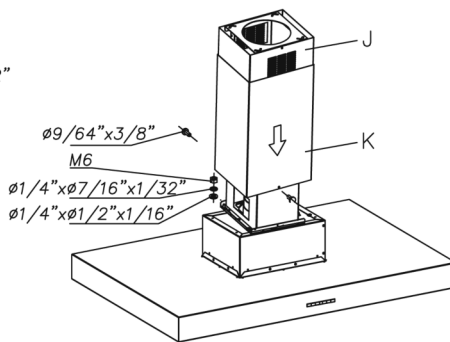

Fig. 5
- Introducir el tubo K y mantenerlo levantado (Fig. 5).
- Fijar la campana a la estructura telescópica mediante las 4 tuercas y arandelas. (Fig. 5).
- Bajar el tubo K y fijarlo a la campana con 2 tornillos. (Fig. 5).
- A continuación debe fijarse el soporte G en el extremo superior de la pared asegurándose de que la alineación respecto al tubo telescópico es la correcta. Extender la parte móvil del tubo B hasta alcanzar el soporte G y fijarlo con dicho soporte mediante los dos tornillos laterales. (Fig. 5).